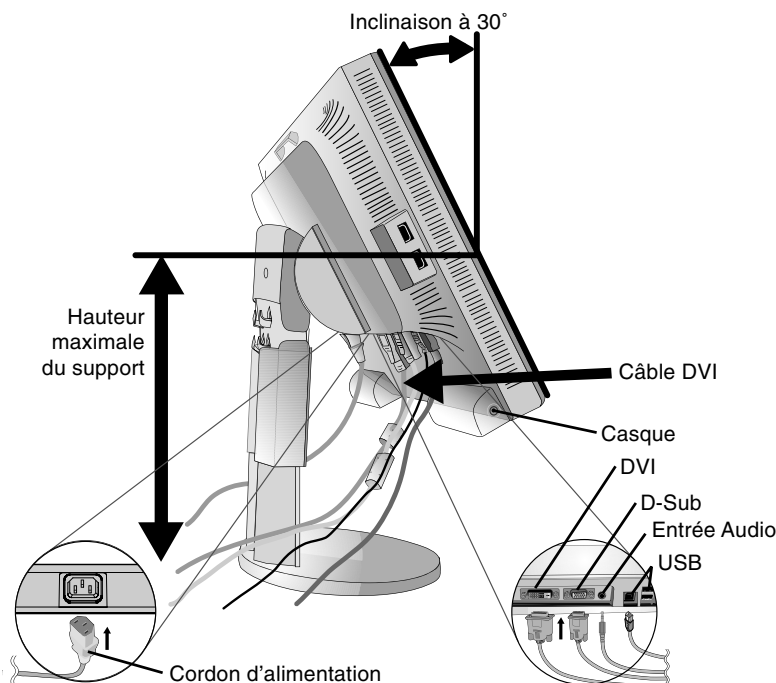
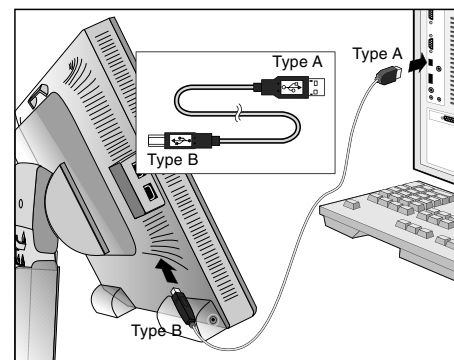

Figure C.1
Figure C.1a
3. Placez les mains de chaque côté du moniteur pour incliner l'écran LCD de 30 degrés et levez cette dernière jusqu'à la position la plus haute (**Figure C.1**).
4. Branchez tous les câbles aux prises appropriées (**Figure C.1**). Branchez les écouteurs (non fournis) au connecteur approprié sur le côté gauche du moniteur (**Figure C.1**). A l'aide du câble USB, branchez la prise de type B au port montant USB situé sur le côté arrière droit du moniteur et la prise de type A au port descendant de l'ordinateur (**Figure C.1a**). Si vous utilisez le cordon de l'appareil USB, utilisez l'un des ports descendants sur le côté du moniteur.